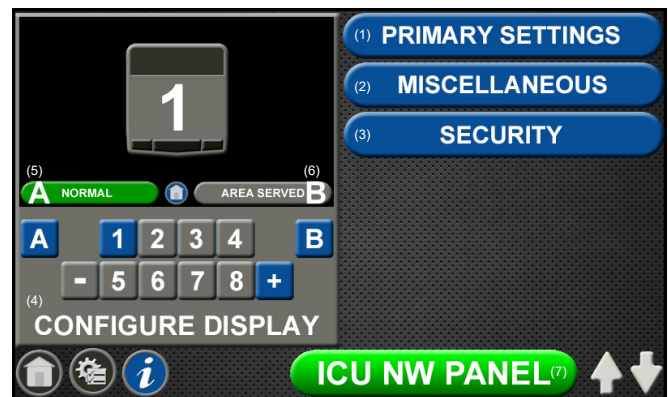

Figura 24: Pantalla de configuración
2. Toque el botón Erase (Borrar) del teclado para eliminar el mensaje existente (figura 24).